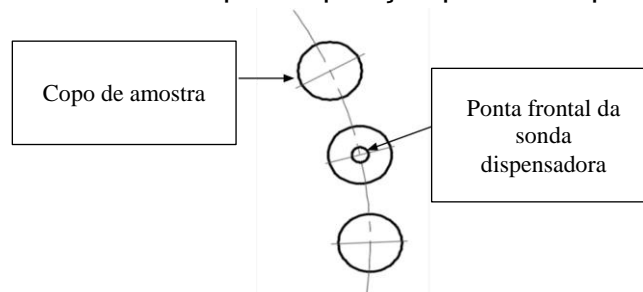

Figura 13-30 Verificando a posição da sonda da amostra
copo de amostra e então verifique se a ponta da sonda da amostra está no centro do copo de amostra. A seguir, clique na posição vertical "Y" para levantar a sonda, como ilustrado na figura 13-30. Depois clique na posição zero "Y", a sonda da amostra balança para a esquerda e retorna para a posição inicial.
1. Confira a posição da sonda da amostra no copo de reação: clique na posição "Y" do copo de reação, a sonda da amostra vai balançar para o topo do copo de reação e parar. Verifique se a ponta da sonda está no centro do copo de reação e clique na posição vertical "Y". A sonda vai descer para que a ponta da sonda fique alinhada com a boca do copo de reação. Verifique se a ponta da sonda está no centro do copo de reação, como ilustrado na figura 13-30. A seguir, clique na posição vertical "Y" novamente, a sonda da amostra será levantada para o topo do copo de reação. Então, clique na posição zero "Y", a sonda da amostra vai balançar para a direita e retornar para a posição inicial.